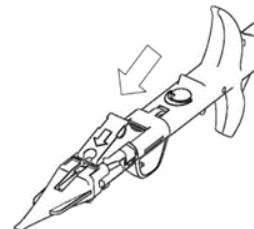

Fig.5
7. Avanzare la sicura rossa finché non scatta per bloccare l'ugello della cartuccia e allo stesso tempo rilasciare l'asta di spinta, come illustrato in Fig. 5. Evitare una pressione prematura dell'asta, considerando che essa è libera dopo questa operazione.